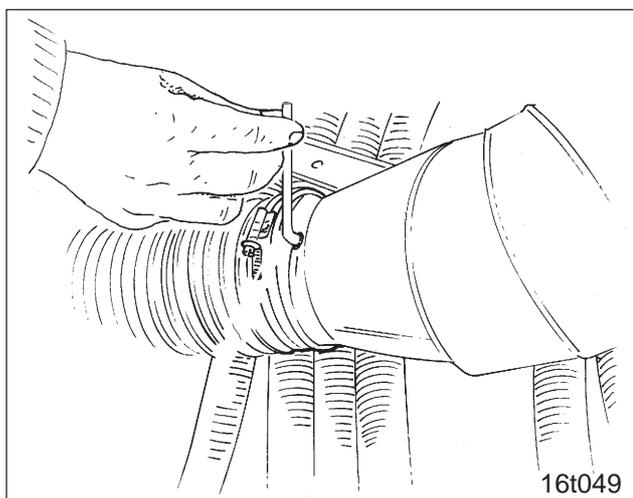

Fig. 9.10
- clapet fermé : (voir fig. 9.10).**
En faisant pivoter la manette (fig. 9.10) du clapet de réduction vers le haut on réduit le débit d'air produit par la turbine.